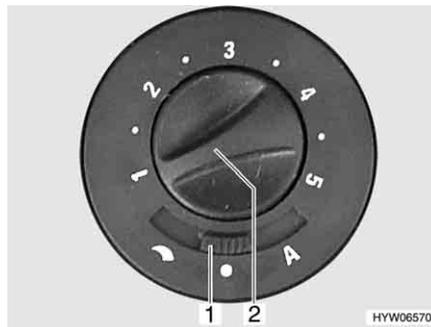

Fig. 127 Conmutador de mando para ventilador de circulación de aire
- Ajustar el conmutador deslizante (Fig. 127,1) en "☾" (regulación manual) o "A" (modo automático).
- Ajustar (regulación manual) o limitar (modo automático) la potencia deseada del ventilador de circulación de aire con el botón giratorio (Fig. 127,2).
- Ajustar el conmutador deslizante (Fig. 127,1) en "●" (Off).